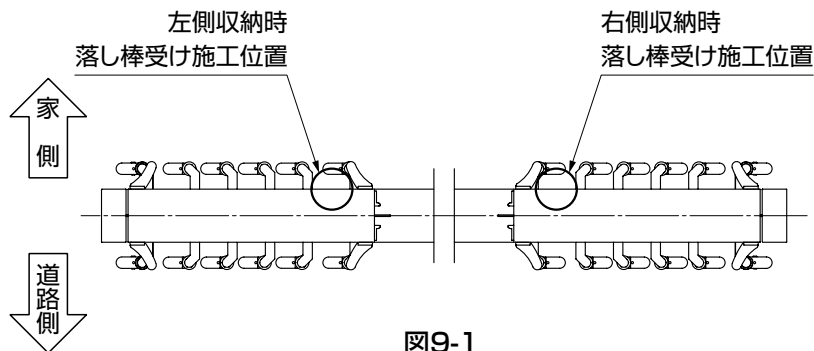

図9-1
- 落とし棒受けは、伸縮本体を左右それぞれたたんだ状態にしたときの、先頭側になる落とし棒の位置に合わせて施工してください。（図9-1参照）